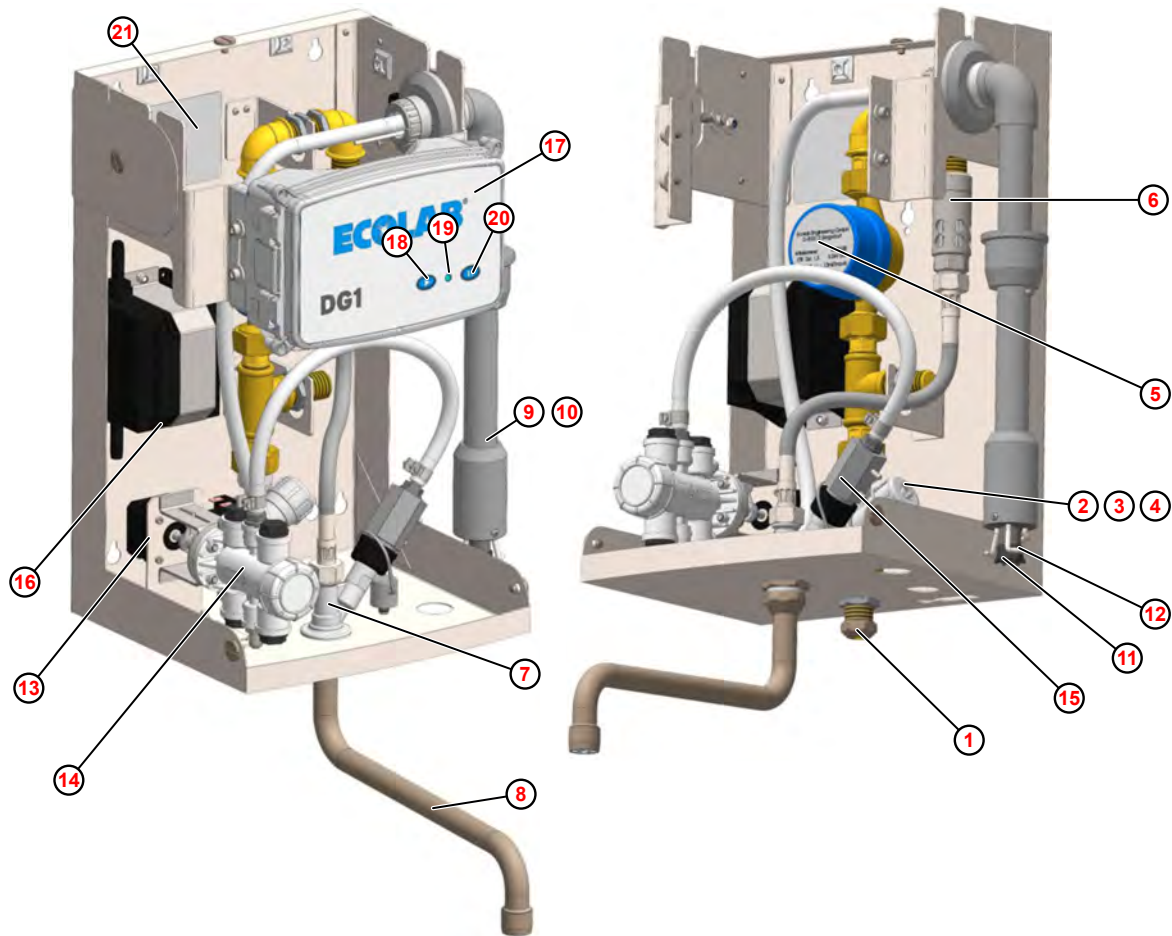

Abb. 2: Komponentenbeschreibung
Zur Begrenzung der max. durchfließenden Wassermenge ist eingangsseitig im Magnetventil ( Abb. 2 , ④ ) ein Mengenregler verbaut.
Der vor der Eindosierstelle eingebaute Strömungswächter (siehe Abb. 2 , ⑮ ) überwacht den Desinfektionsmittelfluss.